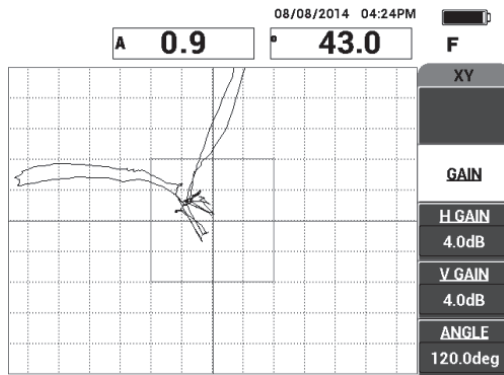

Рис. 6-7 Сканирование дефектов
3. Просканируйте расслоения ближней и дальней зон; в ходе сканирования дефектов нажмите клавишу FREEZE (❄) [см. Рис. 6-7 на стр. 138].